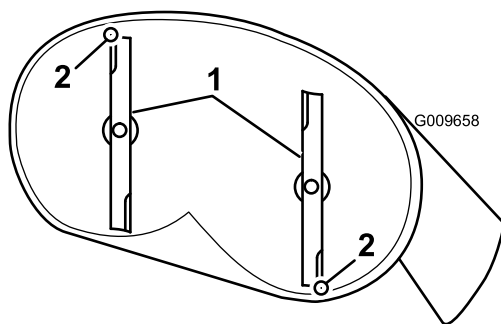
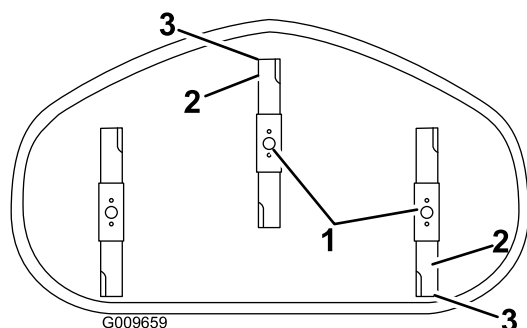

Figure 53
Figure 54
- Faites pivoter les lames avec précaution pour faire passer les pointes avant à l'arrière (Figure 53 et Figure 54).
5. Mesurez la distance entre la pointe de la lame avant et la pointe de la lame arrière par rapport à la surface plane (Figure 53 et Figure 54).
Remarque: Poursuivez le réglage de l'écrou jusqu'à ce que la pointe avant de la lame soit de 1,6 à 7,9 mm (1/16 à 5/16 po) plus basse que la pointe arrière (Figure 53 et Figure 54).